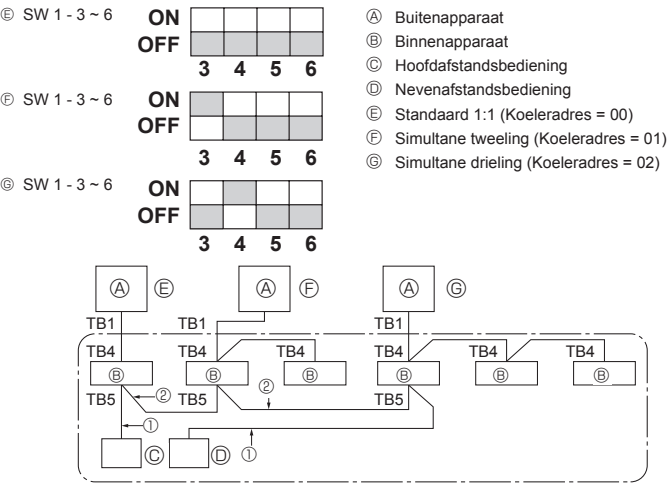

Fig. 9-1
9. Het systeem controleren (Fig. 9-1)
9. Sistema de control (Fig. 9-1)16